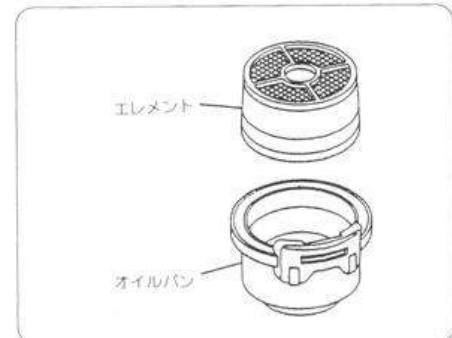

図24
■エアクリーナエレメントの清掃 とオイル交換(図24)
- ① エレメントを取り外し、白灯油で洗い、エレメントの白灯油をよく振切って取付けてください。
- ② オイルだまりはよく洗浄し、新しいオイルを規定量入れてください。